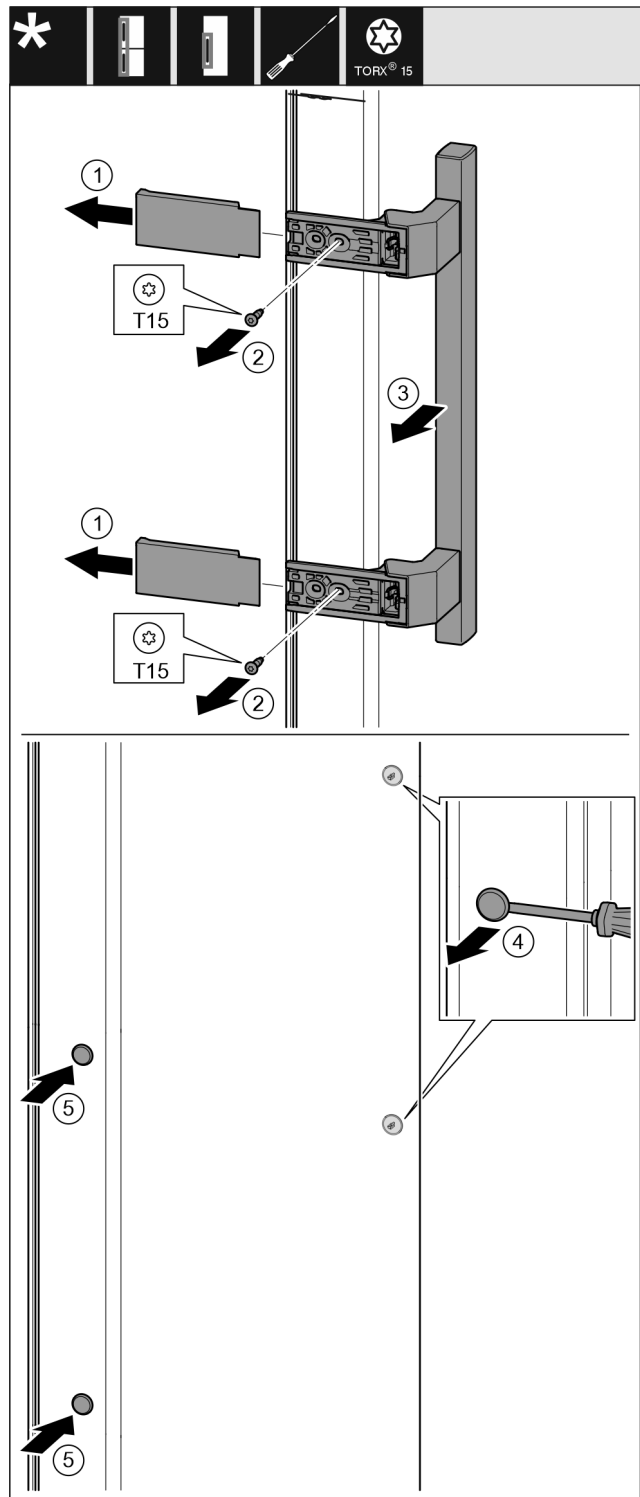

Fig. 11
- ▶ Snemite pokrov. Fig. 11 (1)
- ▶ Vijake odvijte z izvijačem Torx 15. Fig. 11 (2)
- ▶ Snemite ročaj. Fig. 11 (3)
- ▶ S ploščatim izvijačem previdno dvignite stranski čep in ga izvlecite. Fig. 11 (4)
- ▶ Čep ponovno vstavite na drugi strani. Fig. 11 (5)